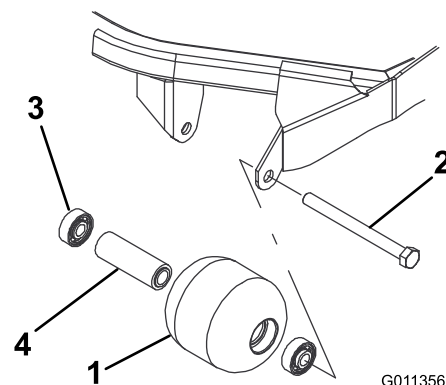

Figura 73
1. Retire el perno de montaje del rodillo (Figura 73).
4. Inspeccione el alojamiento del rodillo, los cojinetes, y el espaciador del cojinete (Figura 73) Sustituya cualquier componente dañado y vuelva a ensamblar el conjunto.
1. Introduzca a presión el primer cojinete en el alojamiento del rodillo (Figura 73). Haga presión solamente sobre el anillo de rodadura exterior, o de forma igual sobre el anillo exterior y el interior.
2. Introduzca el espaciador (Figura 73).
3. Introduzca a presión el segundo cojinete en el alojamiento del rodillo (Figura 73), haciendo presión de manera uniforme sobre el anillo de rodadura interior y el exterior hasta que el anillo de rodadura interior entre en contacto con el espaciador.